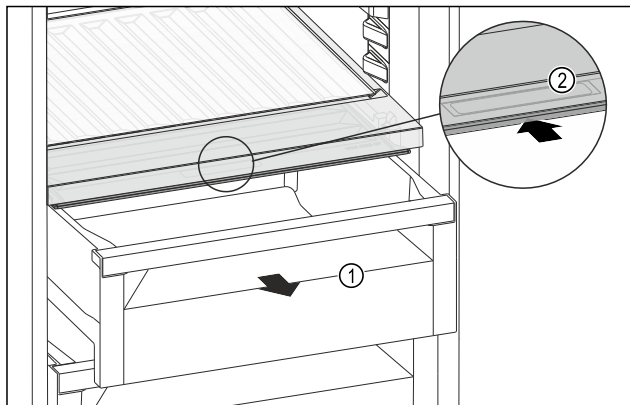

Fig. 178
- Tërhiqni jashtë sirtarin Fig. 178 (1).
- Kapni dorezën e futur Fig. 178 (2) në kapakun e ndarjes dhe në të njëjtën kohë shtyni për prapa kapakun e ndarjes.